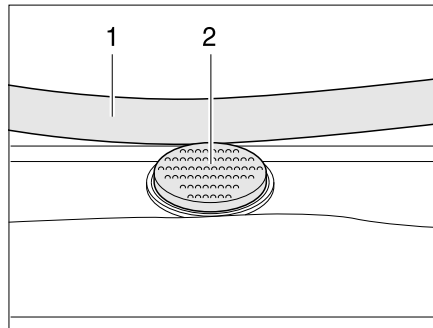

Bild 63 Sicherungsknopf an der Heki-Dachhaube
- Den Sicherungsknopf (Bild 63,2) drücken und den Bügel (Bild 63,1) mit beiden Händen nach unten ziehen.
- Den Bügel mit beiden Händen nach oben drücken, bis der Bügel oberhalb des Sicherungsknopfes (Bild 63,2) liegt.